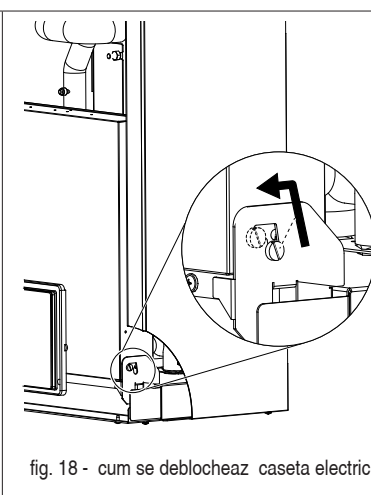

fig. 18 - cum se deblochează caseta electrică
- apăcați caseta electrică și deblocați-o (fig. 18)